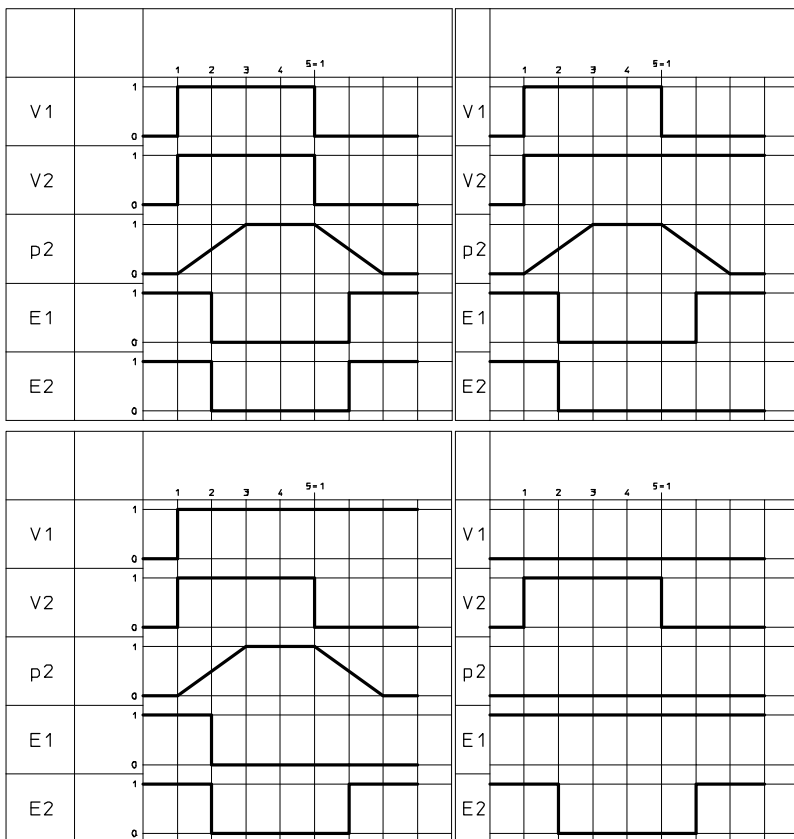
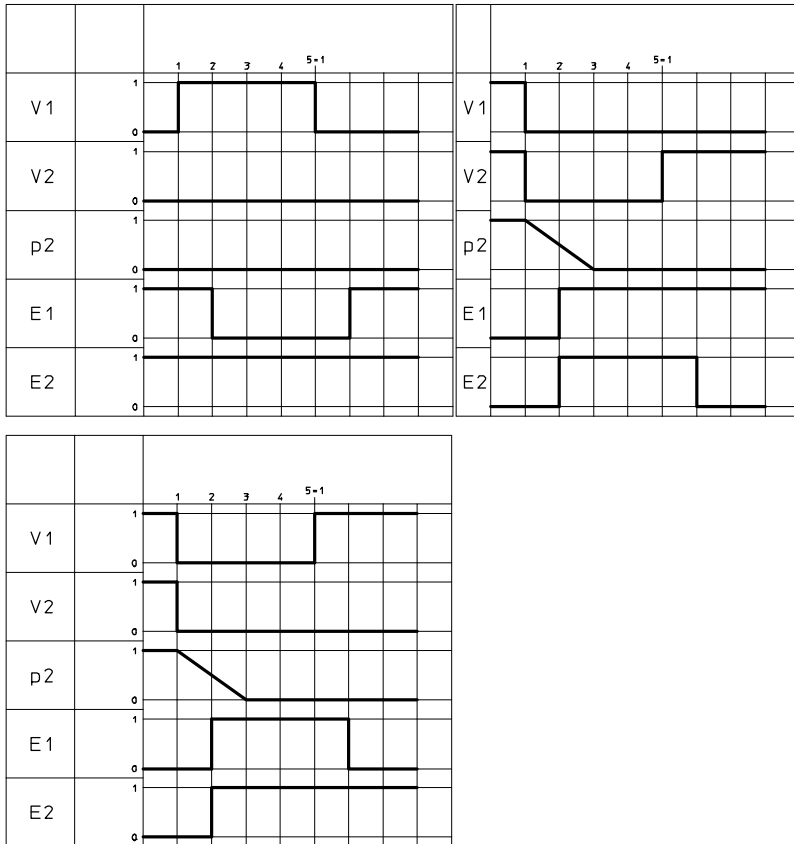

Fig. 8 Test de fonctionnement, étapes 1 à 4
Fig. 9 Test de fonctionnement, étapes 5 à 7
3. Vérifier toutes les combinaisons possibles de positions de commutation des deux électrodistributeurs 5/2 V1 et V2 du bloc de commande et les signaux des capteurs de proximité E1 et E2 (ici : capteurs de proximité PNP) à l'aide des séquences d'étapes suivantes (→ Fig. 8 ... Fig. 9).